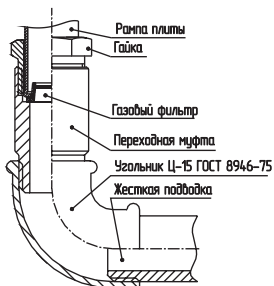

рис. 2
4.1. ЖЕСТКОЕ ПОДСОЕДИНЕНИЕ (рис.2)
- Жесткое подсоединение к газовому стояку (рис. 2) производится с помощью переходной муфты